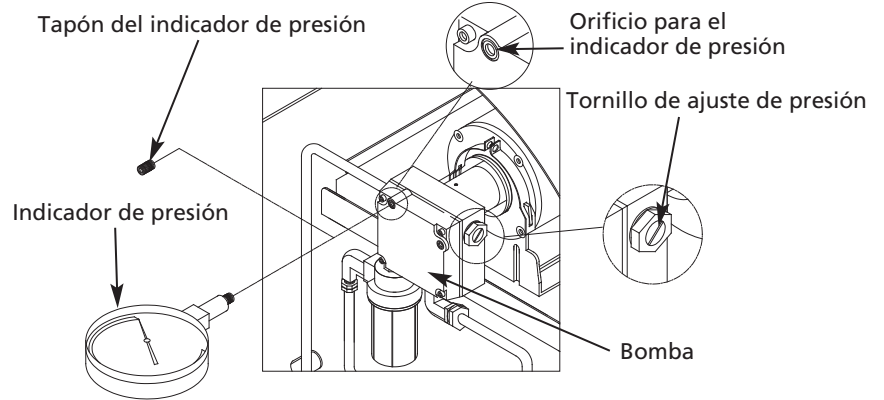

Figura 20 – Ajuste de la Presión de la Bomba
- Instale un indicador de presión auxiliar en el orificio para el indicador de presión (consulte la Figura 20).